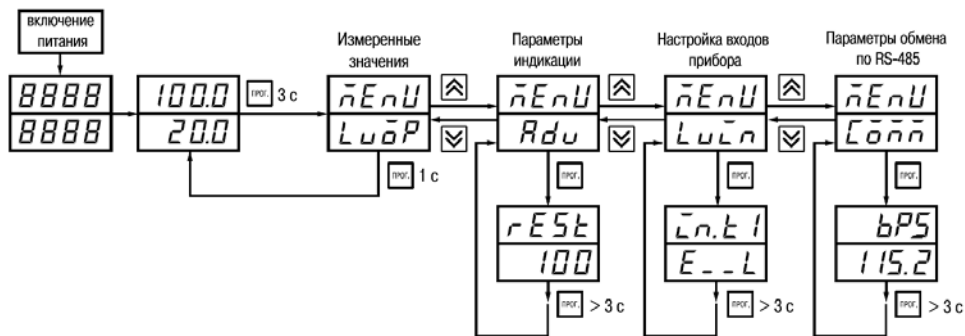

Рисунок 7.1
7.1.2 Основные параметры прибора TPM200 объединены в 4 группы *LuṁP*, *Rdu*, *LuĪn* и *Āōññ*, составляющие меню прибора (рисунок 7.1). Полный список программируемых параметров приведен в Приложении Б.